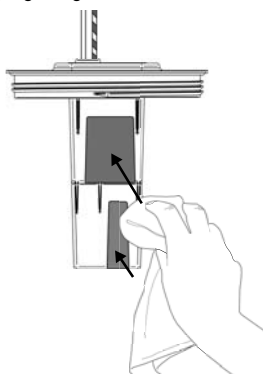

Fig. 10 Rengöring/underhåll
- Fig. 10 Rengöring/underhåll
För bästa resultat måste sensorytorna rengöras från skräp/avlagringar regelbundet, minst var 3:e månad. Se fig. 10. Använd inte skurande rengöringsmedel.
Smuts/skräp täcker sensorn	Avlägsna försiktigt locket från tanken och rensa bort skräpet från sensorytorna – fig. 10